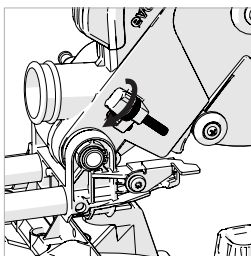

Fig. 26c
- Stellen Sie die Rändelschraube (**Abb. 26c**) so ein, dass der Weg der Schneidköpfe auf die erforderliche Tiefe begrenzt wird.